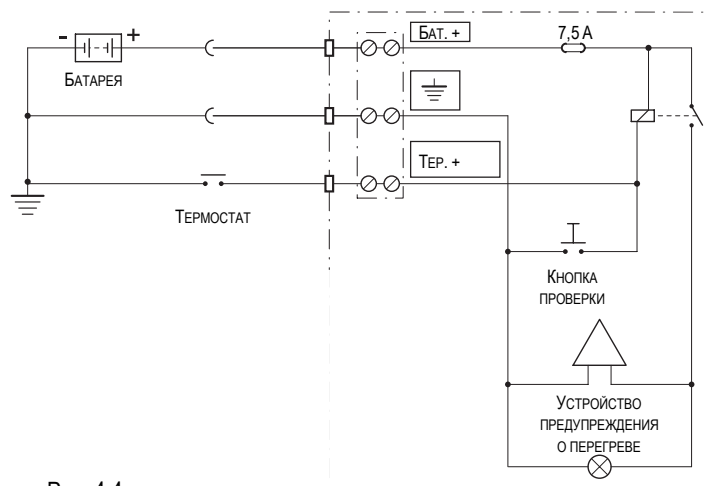

Рис. 4.4
- Подключите термостат, расположенный на коллекторе (см. Также перечень компонентов), согласно схеме на Рис. 4.4, принимая во внимание характеристики термостата.
- Если поставляемый в качестве дополнительного оборудования блок не используется, сделайте проверочную схему, как показано на рис. 4.4.